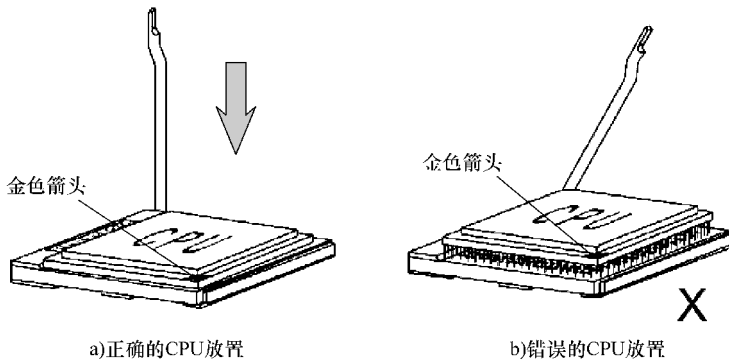

图 2-69 CPU 的正确放置和错误放置对比
3) 检查 CPU 的针脚是否完全嵌入进插座里，且不能被看到。CPU 的正确放置和错误放置对比如图 2-69 所示。